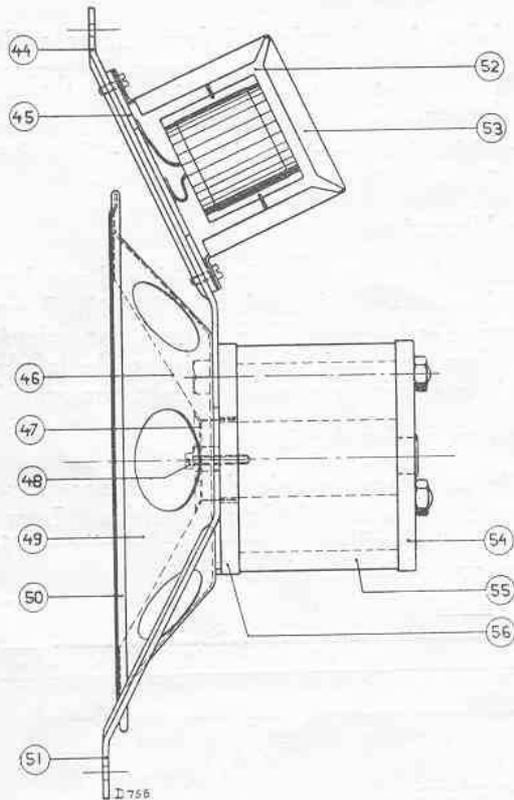

Fig. 7
- la plaque d'avant et celle d'arrière (fig. 7, repère 54 et 56) ne soient en aucun cas retirées de l'aimant, ceci pourrait occasionner son affaiblissement.